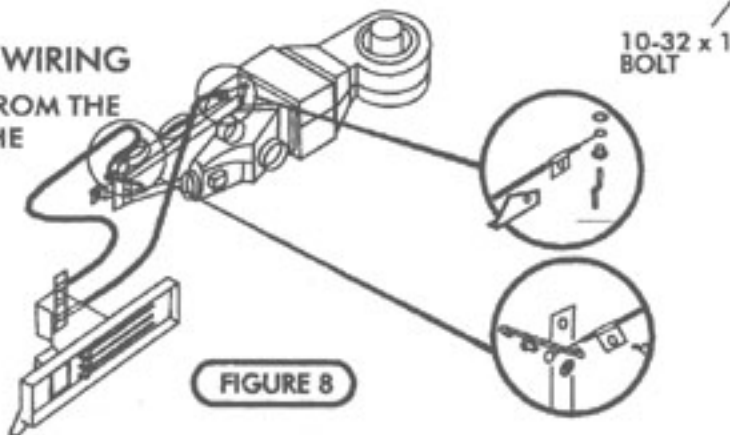

FIGURE 8
- ATTACH THE CABLES FROM THE DASH CONTROL TO THE EVAPORATOR UNIT AS SHOWN IN FIGURE 8.